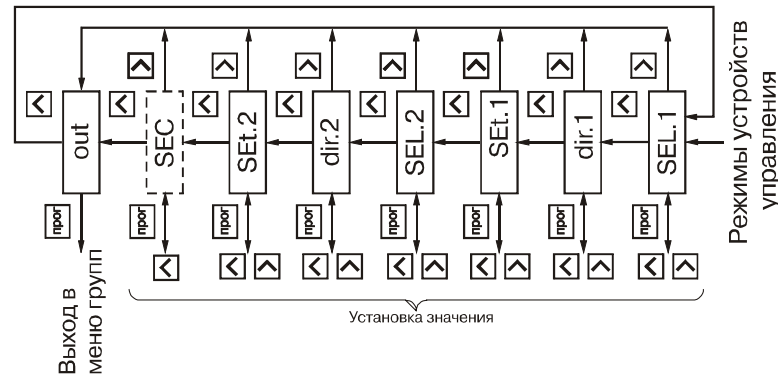

Рис. 26
6.1.9. Группа "**GrouP_d**" (рис. 26) содержит параметры **SEL1** и **SEL2**, задающих входную величину соответственно для ЛУ1 и ЛУ2, параметры **SEt1** и **SEt2**, определяющие логику их работы и параметры **dir1**, **dir2**, определяющие направление счета при котором должны сработать выходные устройства.